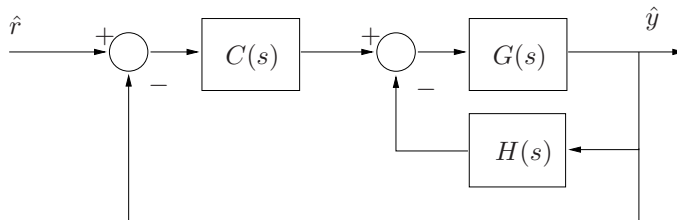

Figura 6: Sistema com duas malhas de realimentação.
**Exercício 18** Para o sistema em malha fechada da Figura 6, na qual
**Exercício 19** Considerando o sistema de controle da Figura 6, uma estratégia de projeto é calcular  $H(s)$  e  $C(s)$  em duas etapas, iniciando-se com a malha de realimentação mais interna.